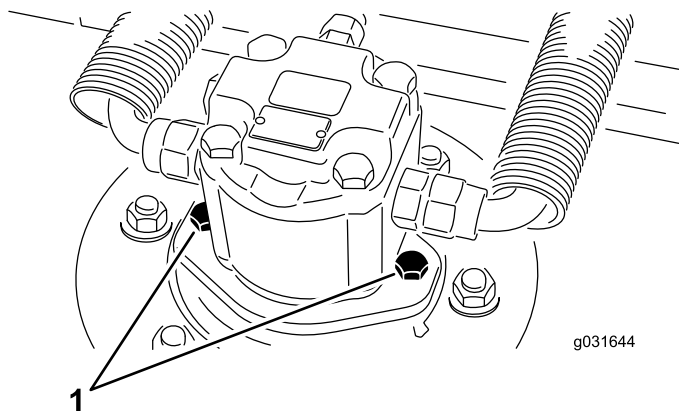

図 68
2. 油圧モータ取り付けねじを外して、デッキから油圧モータを外す **図 68**。
4. 油圧モータ取り付けねじで、デッキに油圧モータを取り付ける **図 68**。